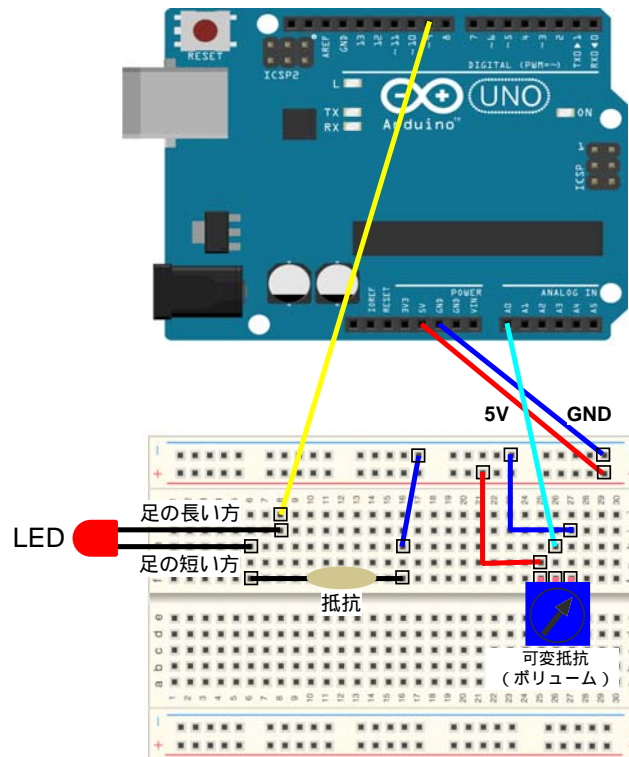

図 7: 接続図
(課題 2) 図 7 のように、今までの回路に可変抵抗を追加し、5.2 節のプログラムと「インタラクティブなデバイスを作る」の課題 3 を基に、LED の明るさを可変抵抗で調整できるようにする。
- 【1】 図 7 のように Arduino , LED , 抵抗 , 可変抵抗等を接続